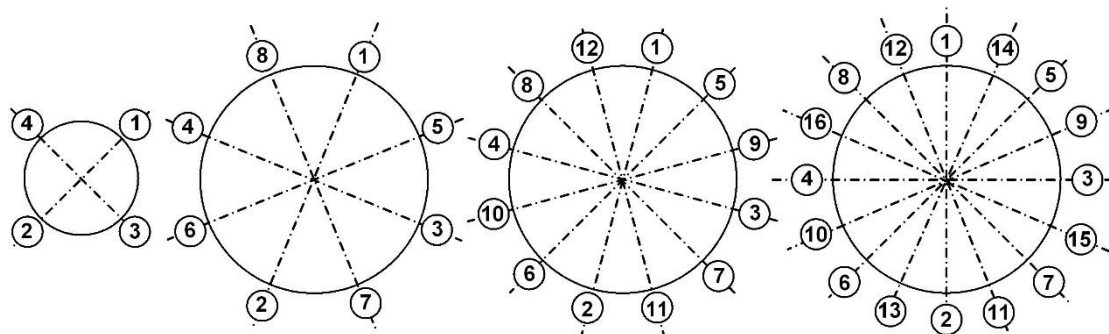

Рис.9. Очередность затяжки гаек на фланцах.
3.3.5.4. Затяжка гаек при установке ЭМР (имитатора) в трубопровод должна производиться в очередности, обозначенной на рис.9, динамометрическим ключом с крутящим моментом не более, указанного в табл.4.